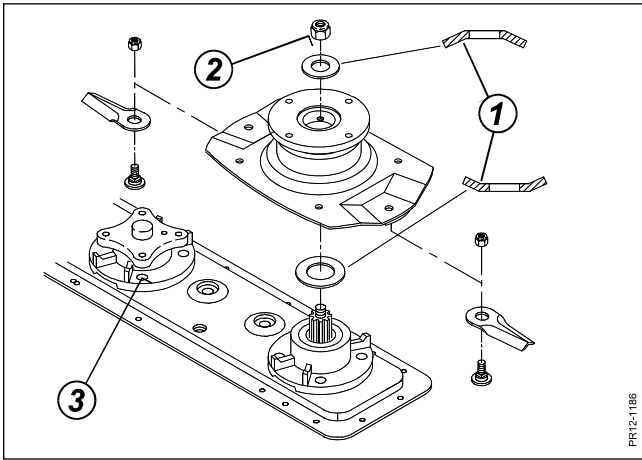

Fig. 5-13
Fig. 5-13 Fjederskiven (1) over indgangsskiven vendes, som vist, med den buede side opad. Møtrikken (2) spændes til **190 Nm** (19 Kpm). Boltene (3), der fastholder skivelejekhuset til bjælken, spændes til **85 Nm** (8,5 Kpm).